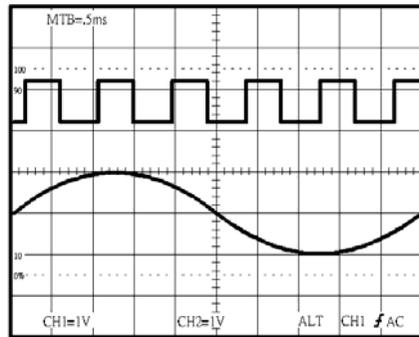
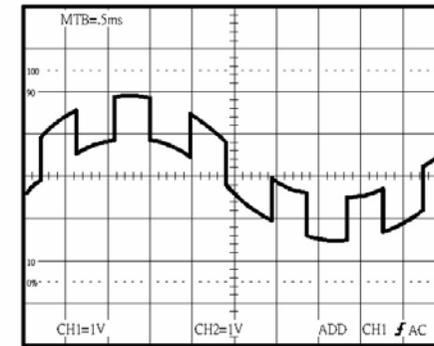

图 5-5 两个典型的波形
图 5-6 典型 ADD 波形
1. 打开 CH1 和 CH2。以下图 5-5 在两个模式显示同步波形。
1. 按 ALT/CHOP/ADD 钮，设定到 ADD 模式。以下图 5-6 所示为图 5-5 的波形的总合。